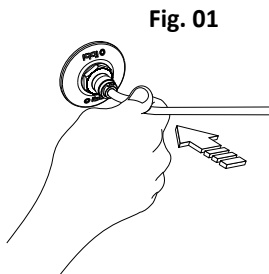

Fig. 01
- Conecte uma extremidade da mangueira na conexão niple (Fig.01).